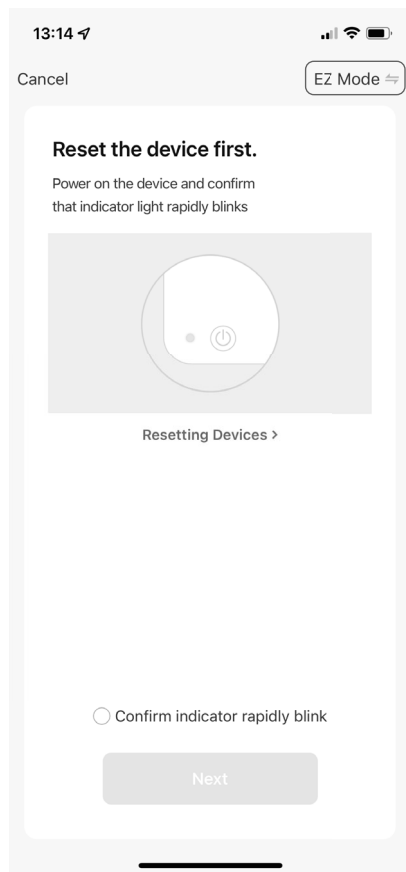

Fig. 4
- ▶ Pulse arriba a la derecha en MODO EZ (**fig. 4**).